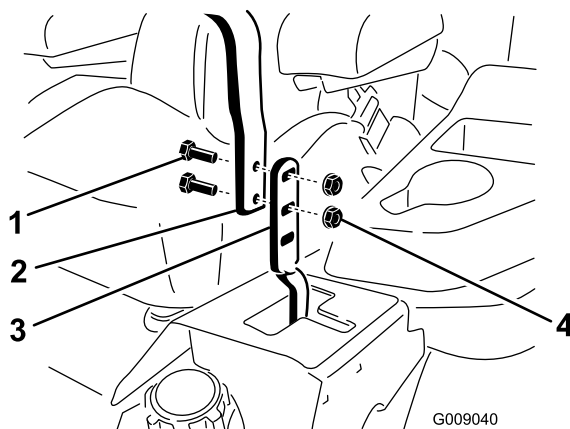

Figura 98
3. Desaperte os parafusos e as porcas flangeadas instalados nas alavancas (Figura 98).